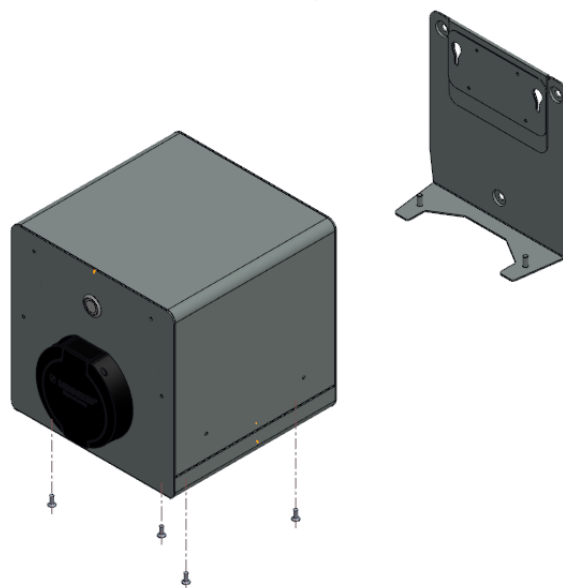

Abbildung 4: SlimBox mit demontierter Wandhalterung und demontierten Befestigungsschrauben des Gehäusedeckels
- Entfernen Sie die 4 Sicherheitsschrauben auf der Unterseite der SlimBox, siehe Abbildung 4. Sie benötigen dazu einen Torx-Schraubendreher TTX20.
- Schrauben Sie den Deckel mit den 4 Torx-Schrauben (TTX 20) wieder fest, siehe Seite 16 Abbildung 4.